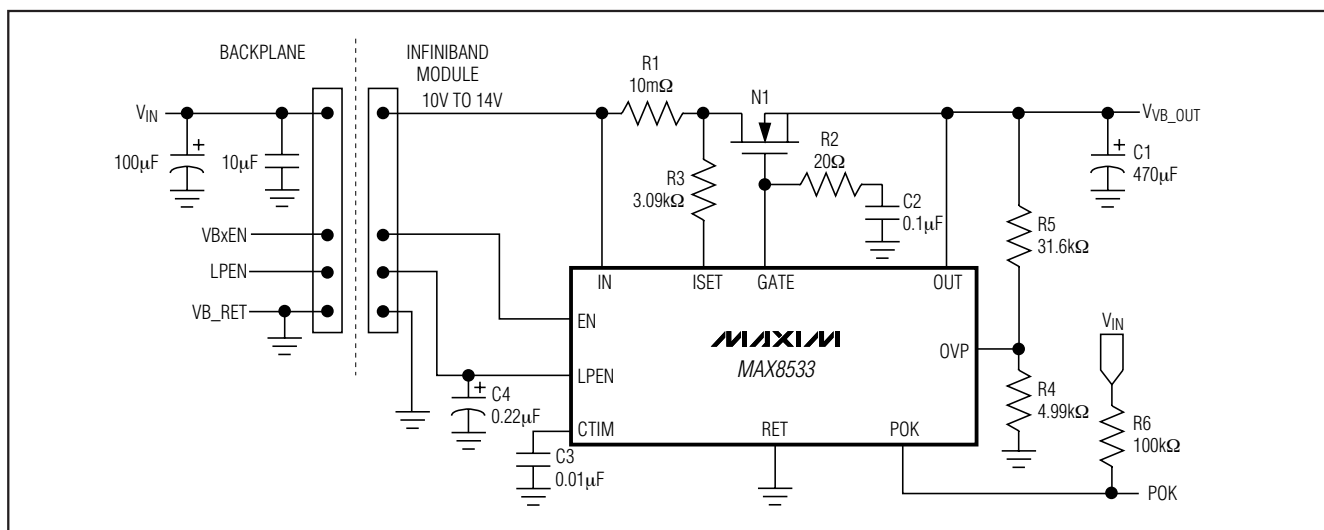

图2. 典型的50W应用电路
**Note 1:** The current regulation threshold is set by R3 (Figure 2). It is equal to  $20\mu A \times R3$ .
MOSFET的启动斜率由GATE端的电容(C2)决定(图2)。内部 $10\mu\text{A}$ 电流源对C2充电，并将GATE拉高。软启动速率的计算公式如下：
MAX8533具有可调的过压保护功能，在过压情况下可将IC闭锁。在OUT与RET之间接外部电阻分压器(R4和R5，见图2)，并将OVP连接至该电阻分压器的中点，可以设置过压门限。R4的阻值取为4.99kΩ，R5的阻值由以下等式确定：